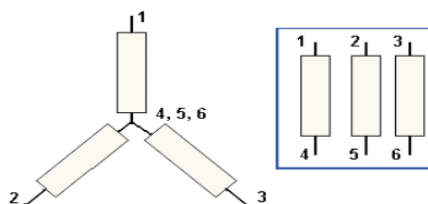

Figura 20
- Triângulo: a tensão nominal é de 220 V (ver figura 20)